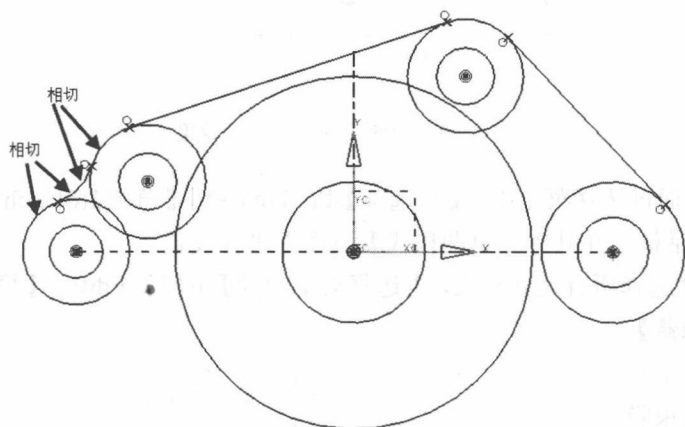

图 1-36 约束圆弧与圆相切
(11) 添加几何约束。在【草图工具】工具条中选择  (约束) 按钮，如图 1-36 所示在草图中分别选择圆弧与圆，草图左上角出现【约束】浮动工具条，在其中选择 ，约束其相切。